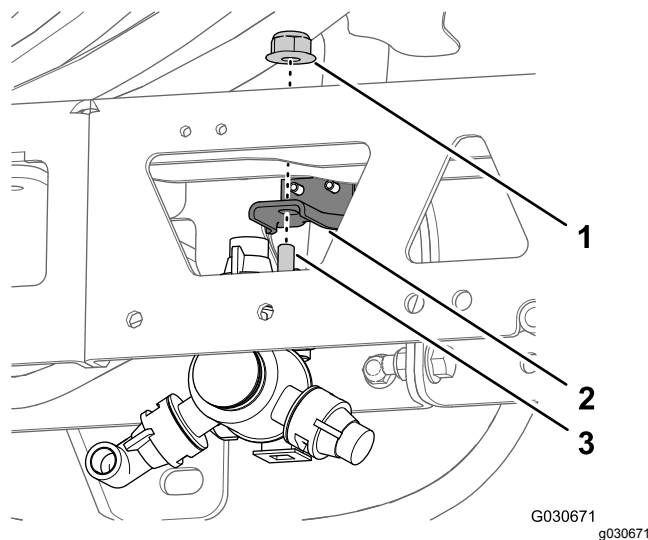
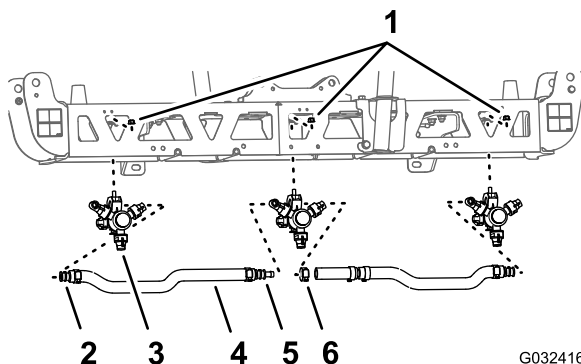

Рисунок 71
Рисунок 70
1. В средней секции стрелы выверните фланцевую контргайку, которая крепит распылительное сопло к креплению сопла (Рисунок 70 и Рисунок 71).
- Снимите сопло со средней секции стрелы (Рисунок 70 и Рисунок 71).
- Снимите шланги (с внутренним диаметром 3/4 дюйма), хвостовики шланговых штуцеров типа «елочка», зажимы и тройник типа «елочка» со средней секции стрелы (Рисунок 70).